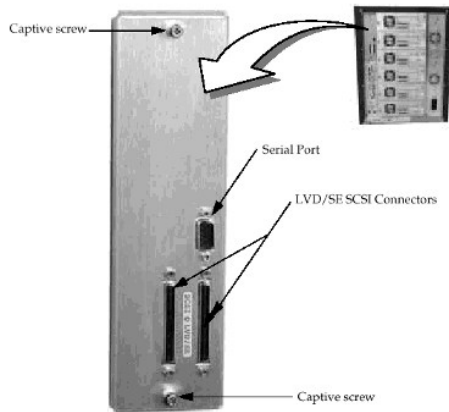

Abbildung 5. Host-SCSI-Schnittstellen-PCBA
Schritt 1 Schließen Sie das serielle Kabel vom PC an den seriellen Anschluss am Host-SCSI-PCBA der Bibliothek an (siehe Abbildung 5).